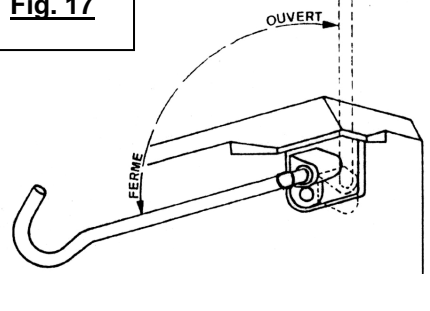
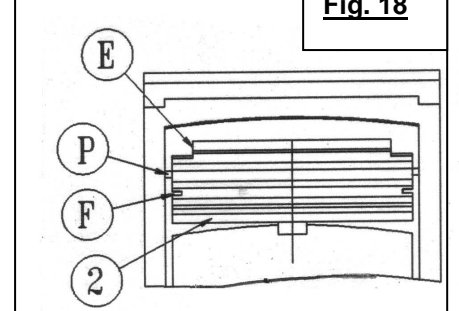

Fig. 18
Fig. 19
O deflector (**Fig. 18**) (com entalhes (E) na frente (F) nos lados) e está situadoº:
- na traseiraº: sobre a esquadria ②
- nos ladosº: sobre os pinos (P)
- Levantar a frente do deflector e puxar para si para o soltar da esquadria traseira ② (**Fig. 19**).